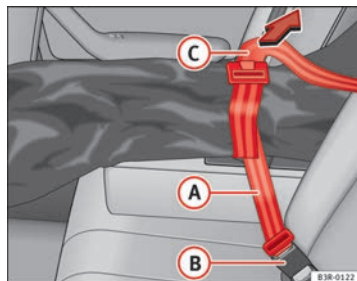

Fig. 127 Modo de asegurar el saco para objetos alargados en el cierre del cinturón
- Introduzca el cinturón A ⇒ fig. 127 del saco en el cierre del cinturón central B.